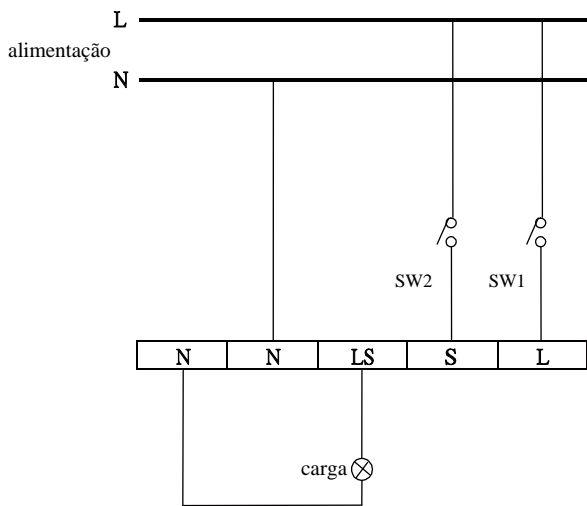

FIGURA 7
- (4) Veja a FIGURA 7 para informação de ligação. Depois descarte os cabos e ligue-os de acordo com o esquema da FIGURA 7.
Para manter a luz acesa, independentemente do movimento, pode substituir a operação automática. Para activar o modo de acionamento manual, em primeiro lugar certifique-se que o detector esta no modo automatico. Em seguida, desligue o interruptor (SW 1 na FIGURA 7) duas vezes (off-on, off-on) em 4 seg para entrar no modo de cancelamento manual. O intervalo entre a primeira e segunda operação deve ser dentro de 0.5 - 2 seg.
Em alguns casos, o utilizador pode querer activar a luz manualmente, sem entrar no modo de sobreposição manual. Para tais requisitos "semi-auto" pode alternar o acionamento no interruptor (SW2 na FIGURA 7) para ligar manualmente a luz. A luz fica acesa durante a duração do ajuste do TIMEe, em seguida desliga. O detector volta ao modo automatico.